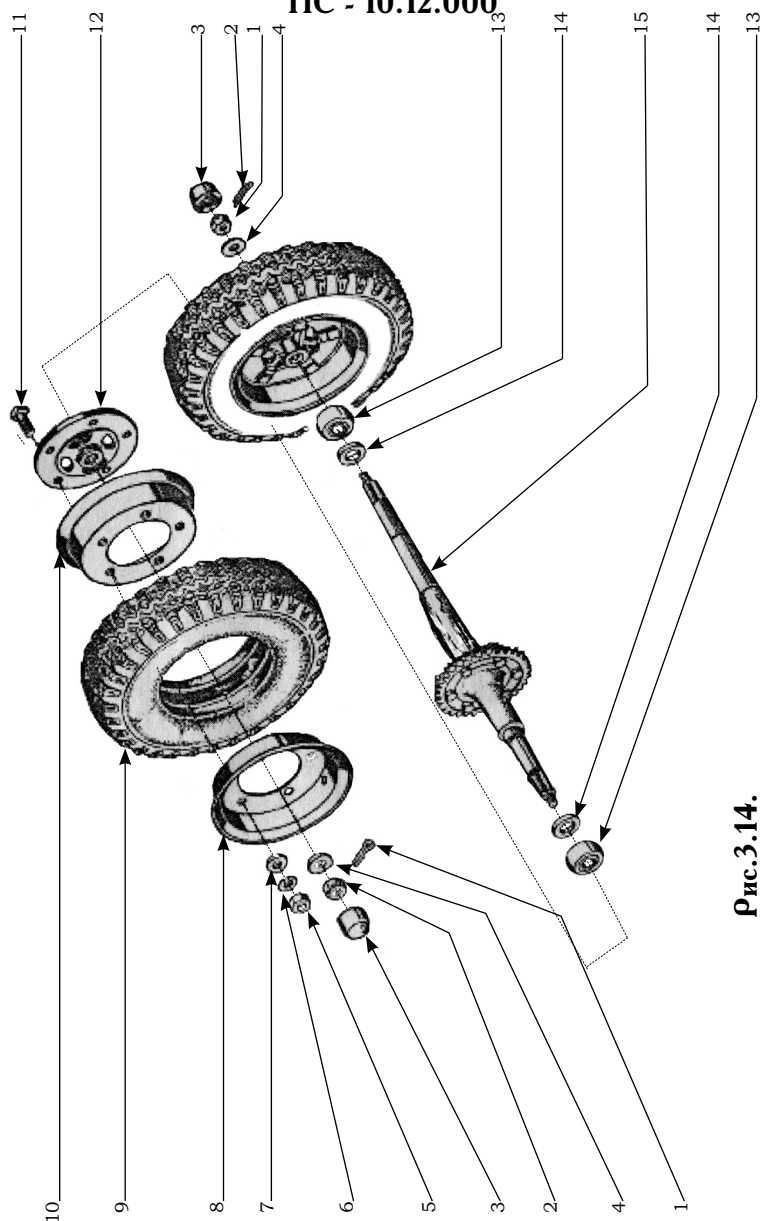
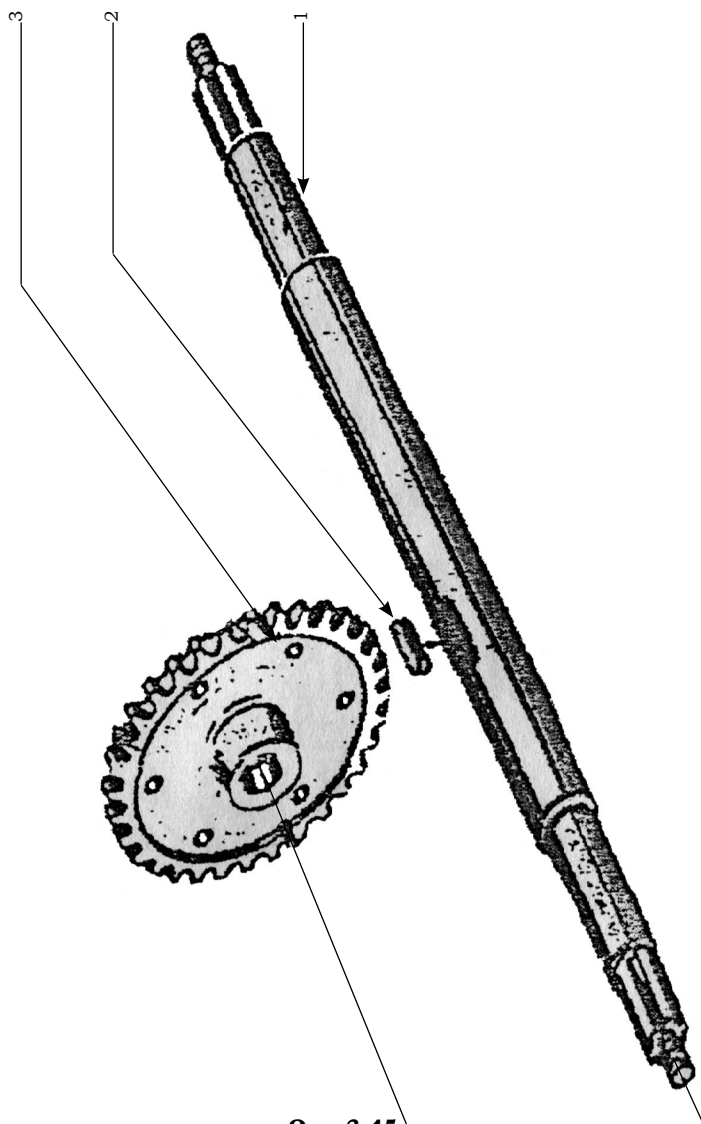
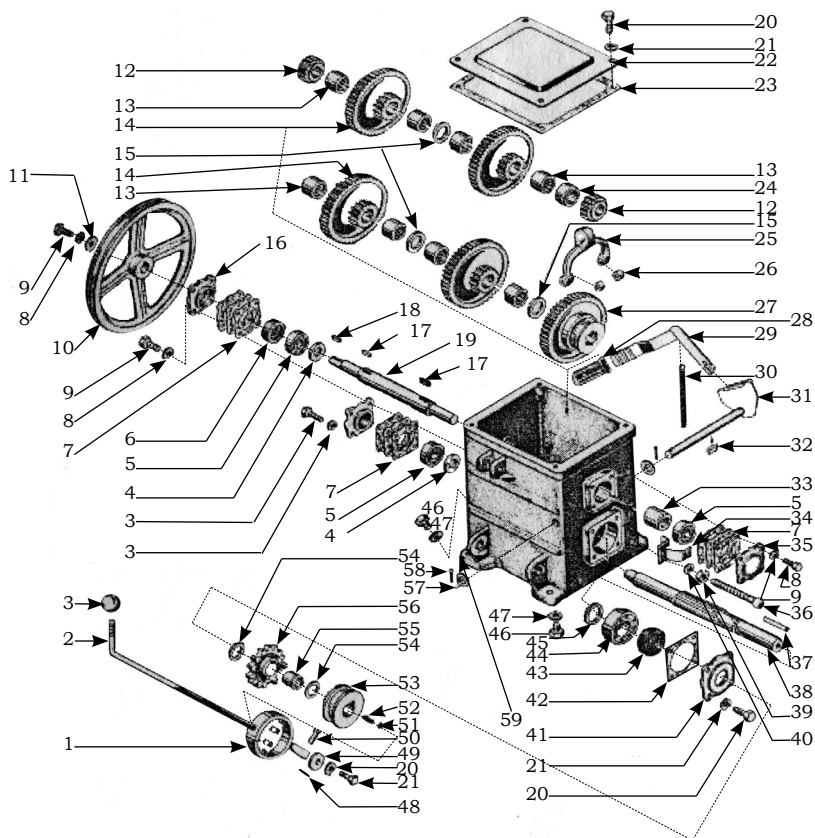

Рис.3.14.
Рис.3.15.
Рис.3.16.
3.12. Ведущий мост (рис. 3.14) с приводом ведущего моста (рис. 3.15) является опорой рамы и служит для передачи крутящегося момента от коробки передачи (рис. 3.16) на ведущие колеса.
Подписуночный текст к рис. 3.14
Подписуночный текст к рис. 3.15
3.13 Коробка передач (см.рис.3.16) предназначена для изменения скорости передвижения протравливателя.